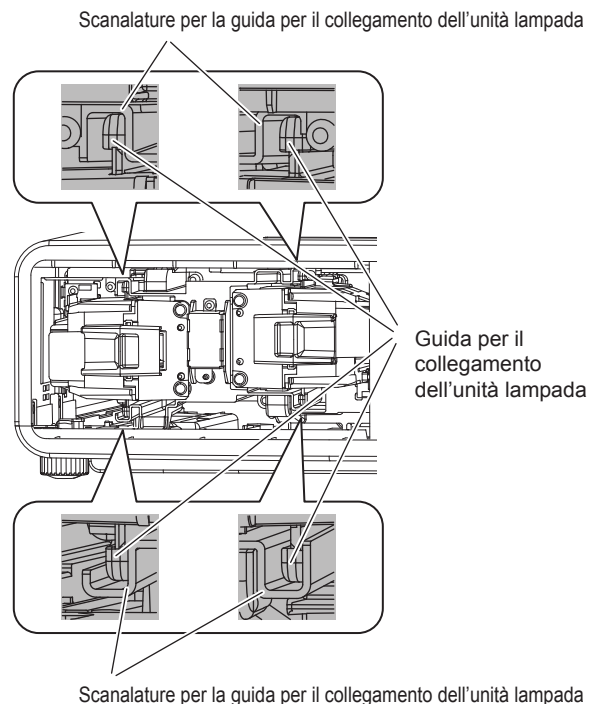

Fig. 3
- 4) Premere verso l'interno la nuova unità lampada facendo attenzione alla posizione di inserimento. (Fig. 3)**